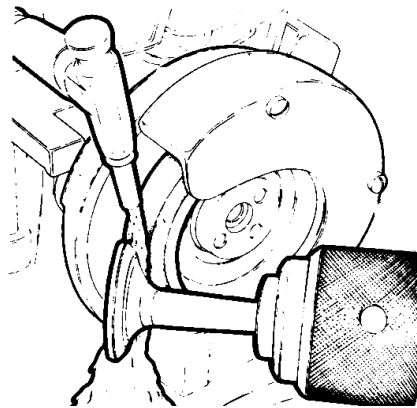

Fig. 3.20 Rectificado a esmeril de la cara de la válvula
10. Rectificado a esmeril de la cara de la válvula: Utilizando un esmerilador de válvulas, repase las superficies según las especificaciones. (Ver Fig. 3.20)